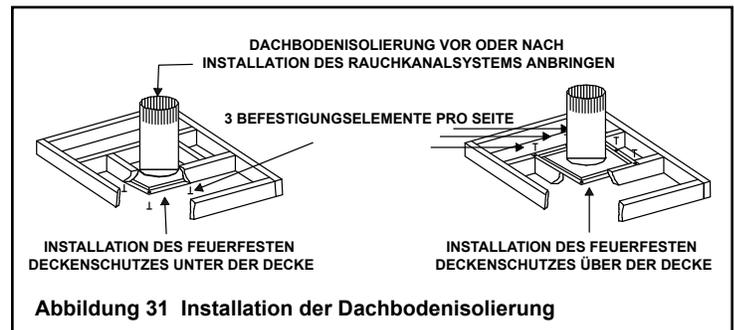

Abbildung 31 Installation der Dachbodenisolierung
- Der feuerfeste Deckenschutz kann oberhalb oder unterhalb der Deckenbalken angebracht werden, wenn eine Dachbodenisolierung verwendet wird. Bei nicht isolierten Stockwerken muss der Schutz unter den Balken angebracht werden. Siehe Abbildung 31.
- Fixieren Sie die Vorrichtung mit 3 Befestigungselementen pro Seite. Siehe Abbildung 31.